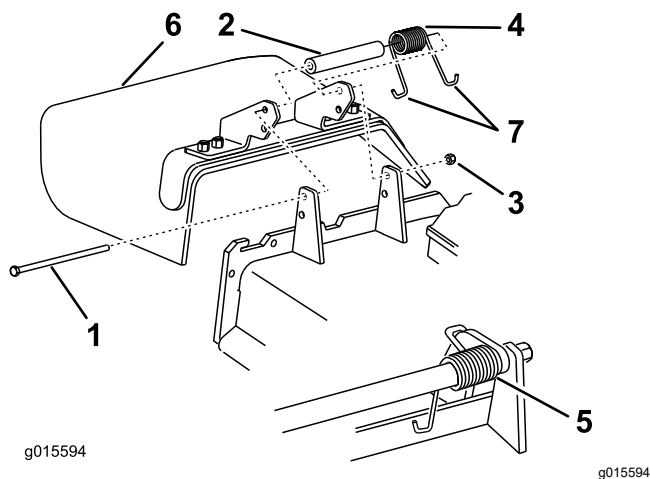

Figure 126
1. Retirez le contre-écrou, le boulon, le ressort et l'entretoise qui fixent le déflecteur aux supports de pivot (Figure 126).
2. Enlevez le déflecteur s'il est endommagé ou usé (Figure 126).
Remarque: Prenez soin de placer une extrémité en J du ressort derrière le bord du tablier avant de mettre le boulon en place, comme montré à la Figure 126.
- Placez une extrémité en J du ressort autour du déflecteur d'herbe (Figure 126).